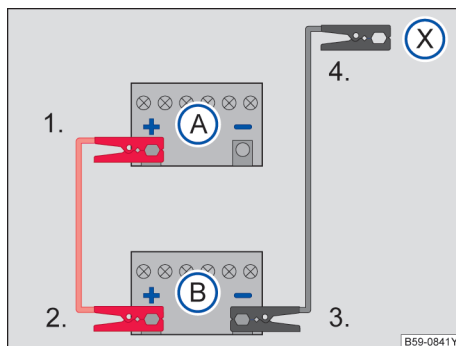

图 191 跨接电缆连接示意图
在→图 191 中，(A) 表示亏电蓄电池，(B) 表示供电蓄电池。